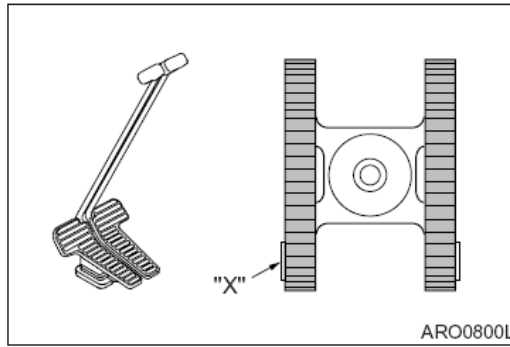

Figura 41
4. Detención del avance (Figura 41) – La excavadora se detiene automáticamente cuando las palancas vuelven a neutro aplicándose así los frenos en el motor de traslación.